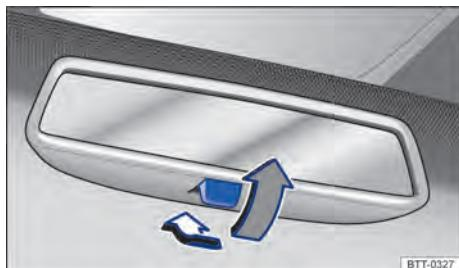

Fig. 90 No para-brisa: espelho retrovisor interno com antifuscante manual.
- Para evitar o ofuscamento, puxar a alavanca para trás ⇒ Fig. 90.